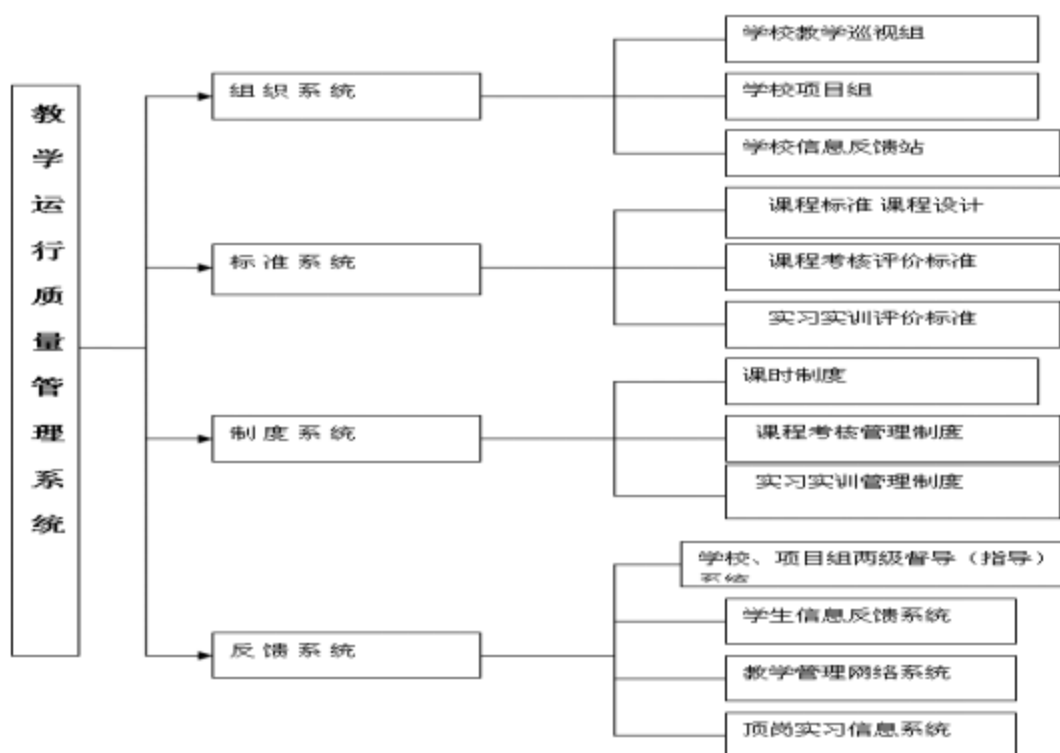

图 2：质理管理体系
(1) 建立专业建设和教学质量诊断与改进机制，如图 2 所示，健全专业教学质量监控管理制度，完善课堂教学、教学评价、实习实训、毕业设计以及专业调研、人才培养方案更新、资源建设等方面质量标准建设，通过教学实施、过程监控、质量评价和持续改进，达成人才培养规格。